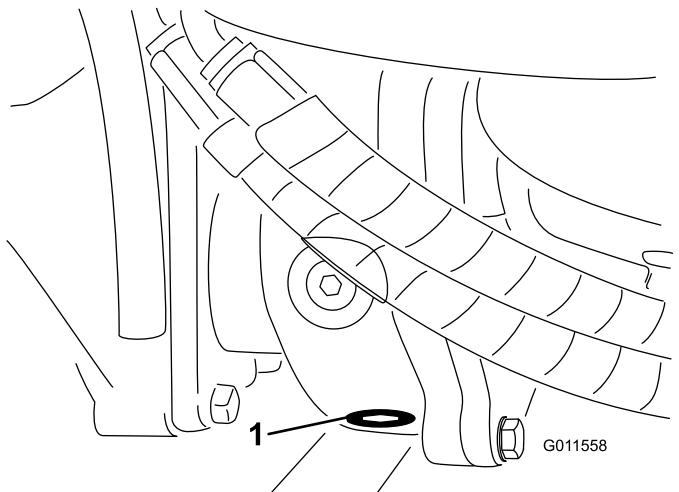

Figura 75
5. Pulite l'area circostante il tappo di spurgo sul fondo della scatola degli ingranaggi (Figura 75).